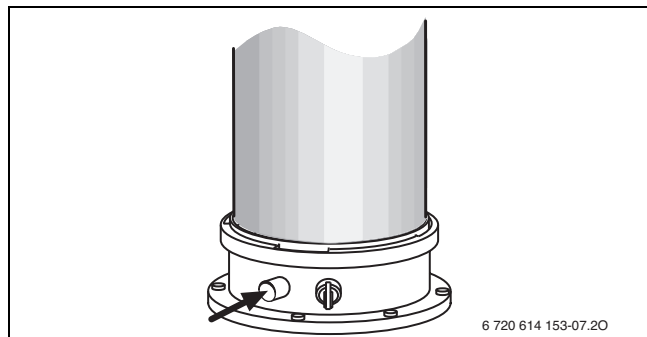

Fig. 37 Manicotto di misurazione dei gas combusti
- ▶ Aprire il micrometro per la pressione differenziale del rubinetto gas (→ fig. 37).